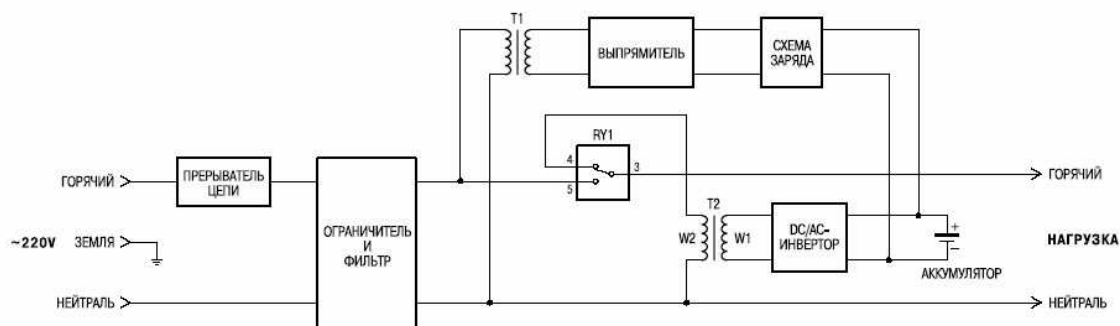

Рис. 1. Структурная схема
**Структурная схема** ИБП Back-UPS 250I, 400I и 600I показана на рис. 1. Сетевое напряжение поступает на входной многоступенчатый фильтр через прерыватель цепи. Прерыватель цепи выполнен в виде автоматического выключателя на задней панели ИБП. В случае значительной перегрузки он отключает устройство от сети, при этом контактный столбик выключателя выгаливается вверх. Чтобы включить ИБП после перегрузки, необходимо вернуть в исходное положение контактный столбик выключателя. Во входном фильтре-ограничителе электромагнитных и радиочастотных помех используются LC-звенья и металлооксидные варисторы. При работе в нормальном режиме контакты 3 и 5 реле RY1 замкнуты, и ИБП передает в нагрузку напряжение электросети, фильтруя высокочастотные помехи. Зарядный ток поступает непрерывно, пока в сети есть напряжение. Если входное напряжение падает ниже установленной величины или вообще исчезает, а также если оно сильно зашумлено, контакты 3 и 4 реле замыкаются, и ИБП переключается на работу от инвертора, который преобразует постоянное напряжение аккумуляторов в переменное. Время переключения составляет около 5 мс, что вполне приемлемо для современных импульсных блоков